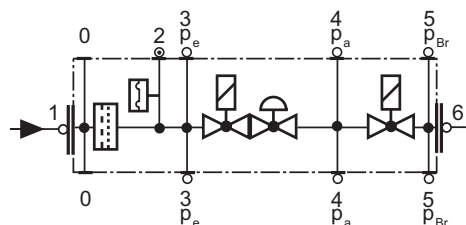

Рис. 17
- Заменяйте фильтр, если разница давления между точками 1 и 3 (Рис. 17)  $\Delta p > 10$  мбар.